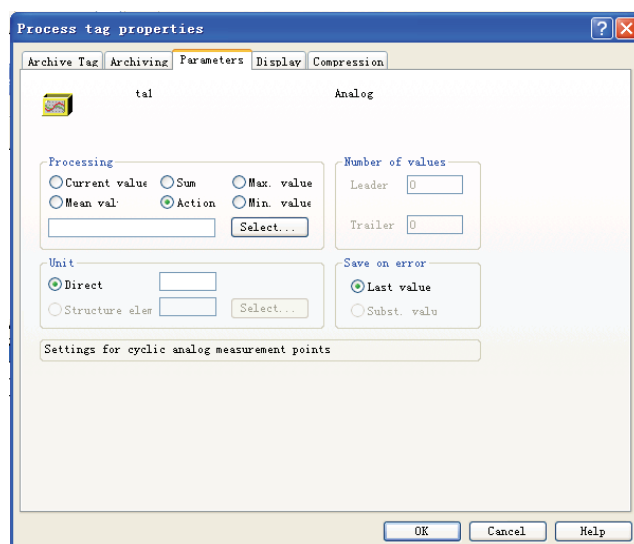

图 7-17 模拟量 “Parameters” 选项卡
2) “Parameters”选项卡如图 7-17 所示。对于周期性归档，在“Processing”组中选择一个归档函数。如果选择的是“Action”选项，则通过全局脚本创建的函数计算最近记录的过程值。使用“Select”按钮调用函数浏览器。